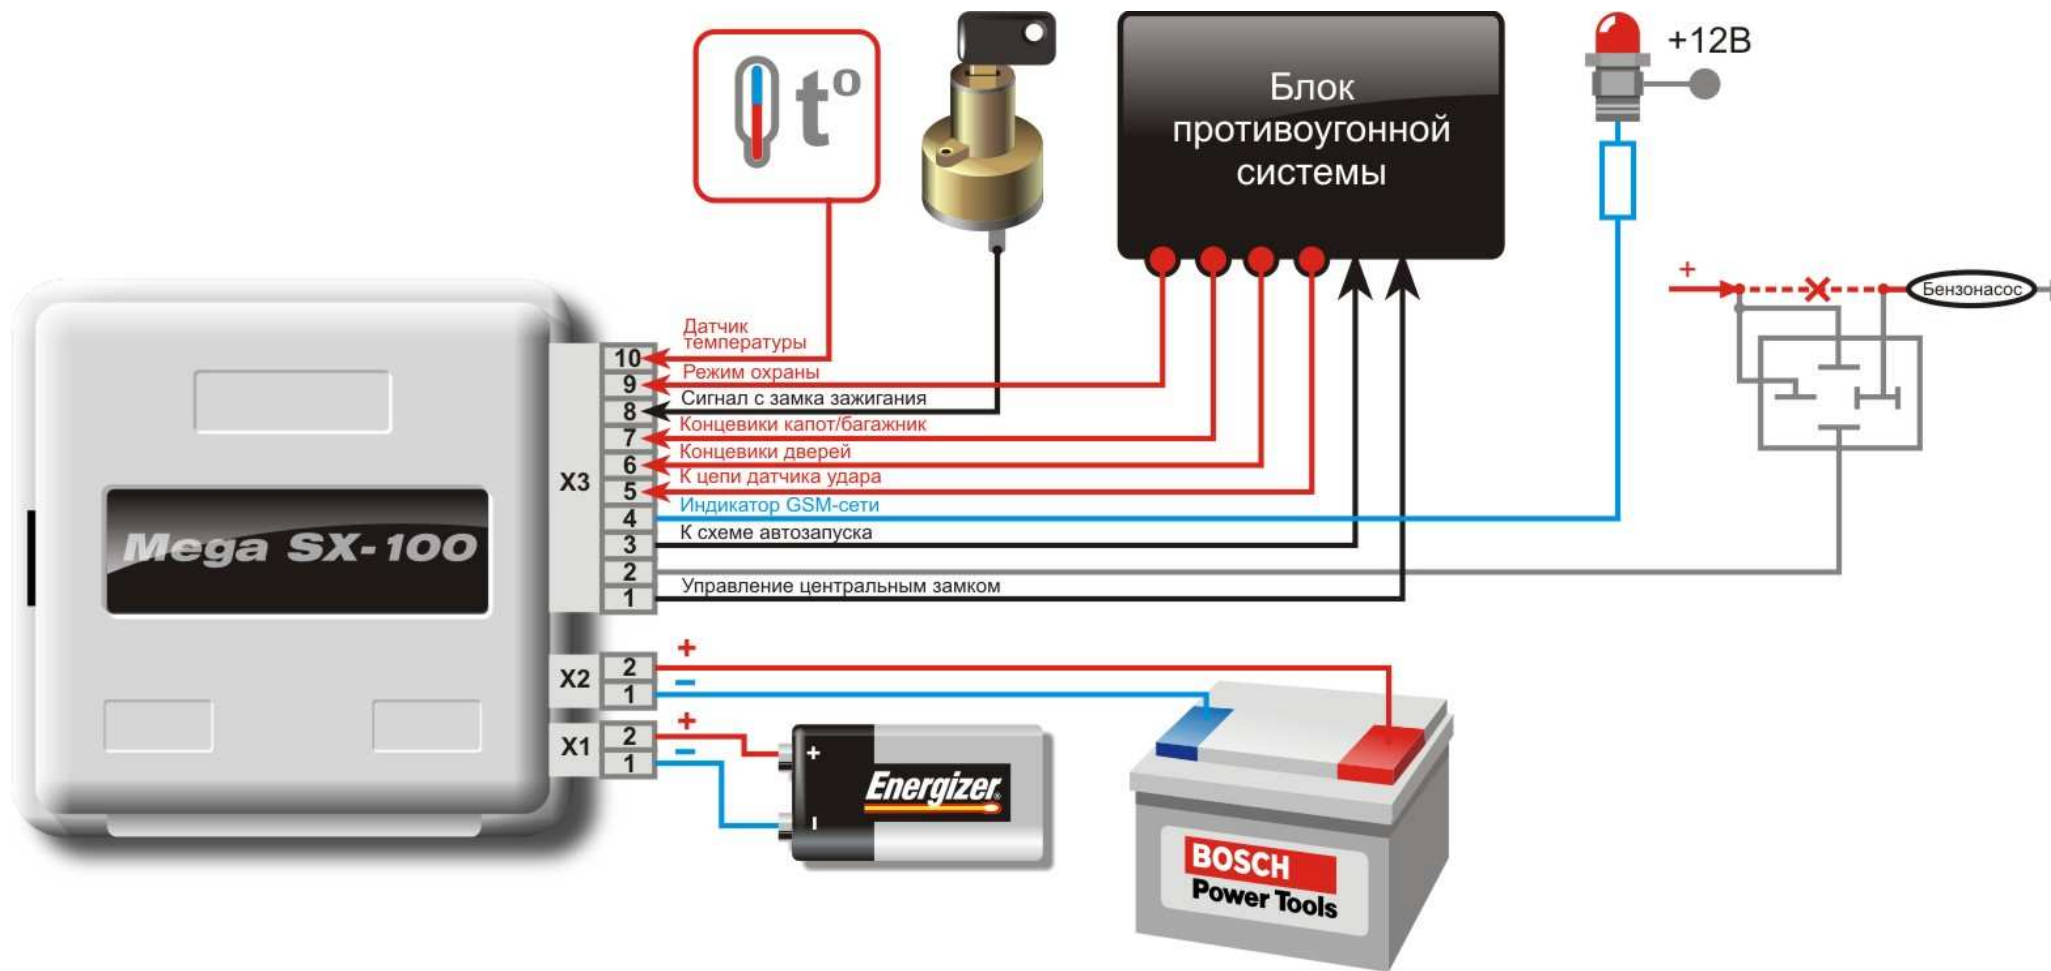

Рисунок 3.
- произведите монтаж соединительных линий соответственно схеме (Рисунок 3);